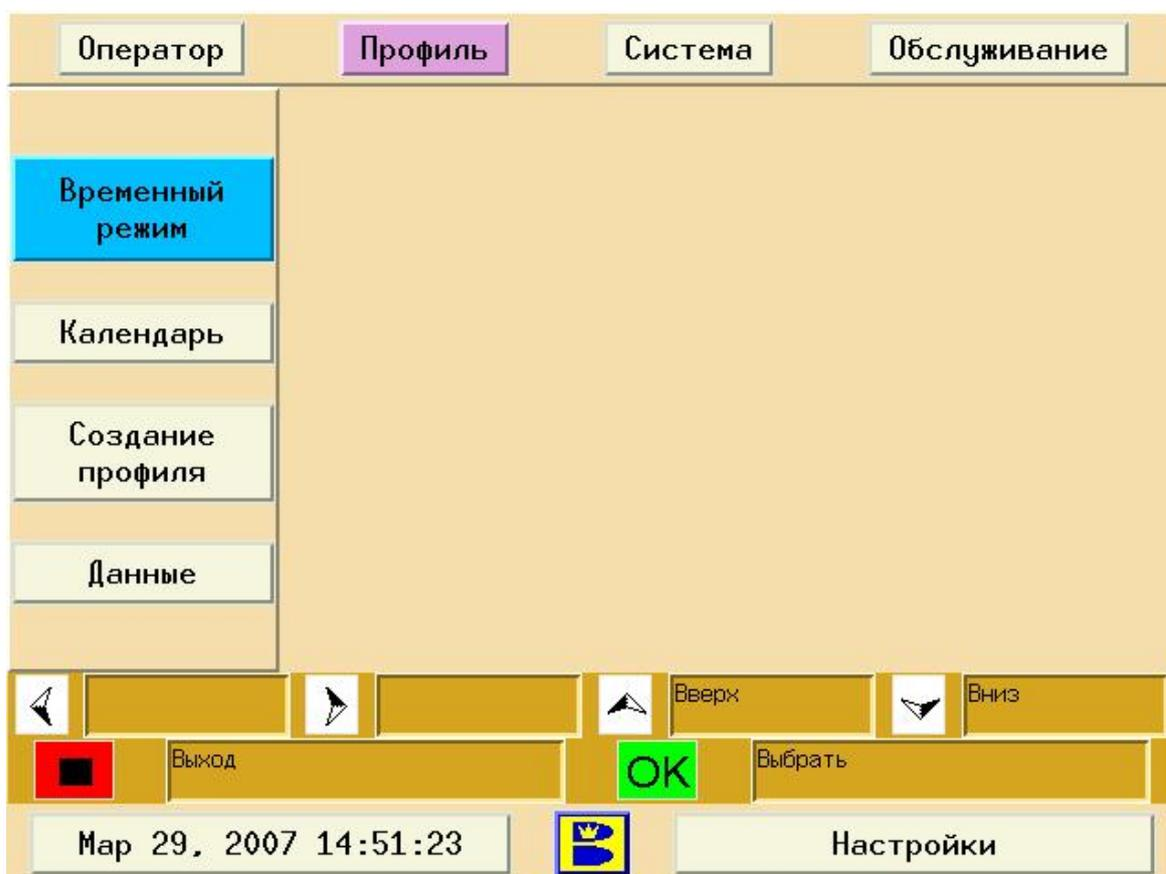

Рисунок 4-4. Экран профилей
1. Нажимайте кнопку  пока не попадете в рабочий экран одного из основных меню (центральная часть пустая, активны только четыре кнопки меню слева). См. рис. 4-4.
Этот экран позволяет вам выбирать, изменять, создавать или назначать профили нанесения. Authority22 поставляется с 10 готовыми профилями. Вы можете использовать данные профили, либо взять их в качестве шаблонов, и на их основе создать свои. Выберите профиль, наиболее похожий по настройкам на желаемый и внесите необходимые изменения. Вы можете восстановить настройки профилей на первоначальные в любой момент. См. рис. 4-4